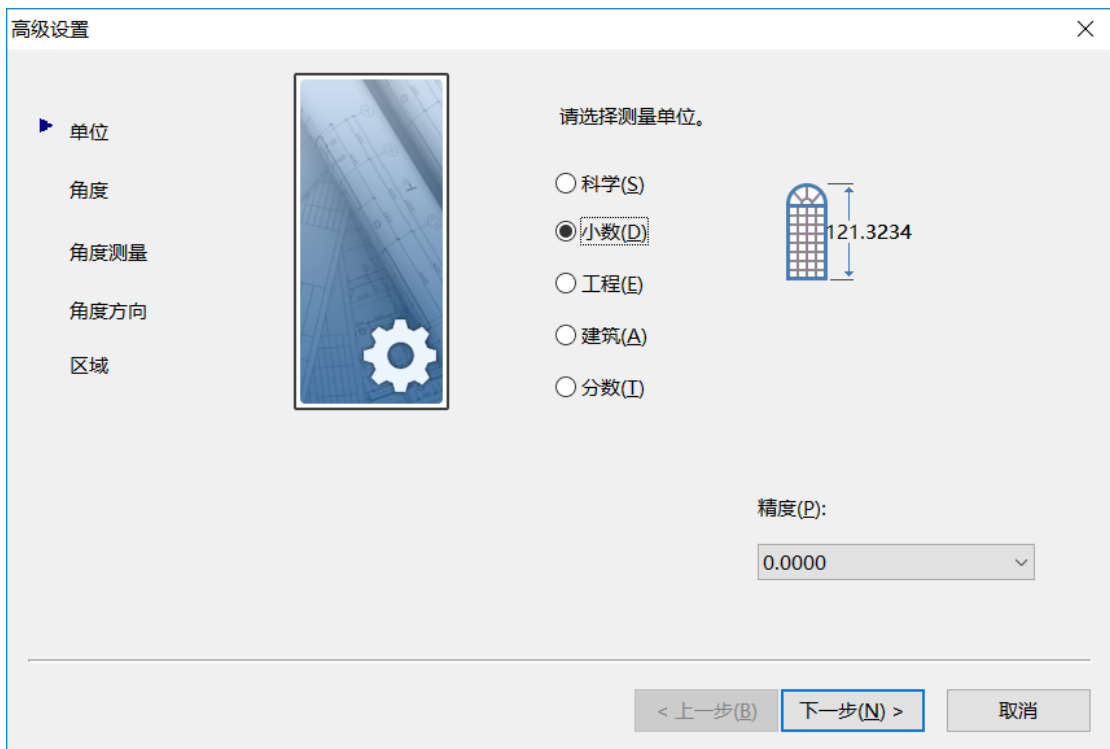

图 2-6 高级设置对话框
在设置向导对话框中，点取选择向导列表框下的高级设置选项，再点取【确定】按钮，将进入高级设置状态，系统将弹出一个高级设置对话框，如图 2-6 所示。
1) 单位：设置绘图单位和精度。如图 2-6 所示，中望 CAD 共提供了五种绘图单位，其缺省为十进制，也就是小数，一般也是采用十进制。还可以设置小数制位数和分母的精度。